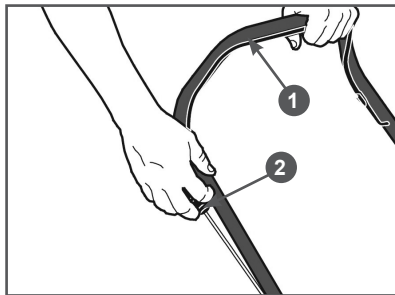

Рис. 14 Запуск двигателя
2. Встаньте позади газонокосилки. Левой рукой нажмите на рычаг 1 остановки двигателя и удерживайте его, а правой рукой возьмите ручку 2 стартера (Рис. 14).
2. Отпустите рычаг 1 остановки двигателя (Рис. 14).